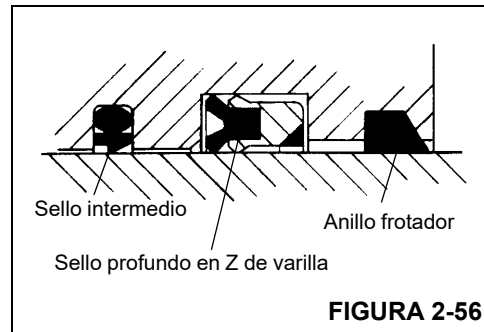

FIGURA 2-56
1. Instale los anillos de desgaste, el sello intermedio, el sello de varilla y el anillo frotador de repuesto en el interior de la cabeza (Figura 2-56). Asegúrese que la parte escalonada del sello intermedio esté alejada de los anillos de desgaste. Asegúrese de que la ranura del borde del sello profundo en Z de varilla esté más cerca a los anillos de desgaste.